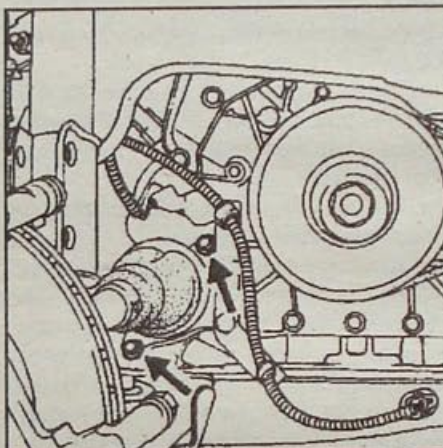

Рис. 2.44. Расположение болтов крепления блокировочной пластины на промежуточной опоре
• Отверните 2 болта крепления блокировочной пластины на промежуточной опоре (рис. 2.44).